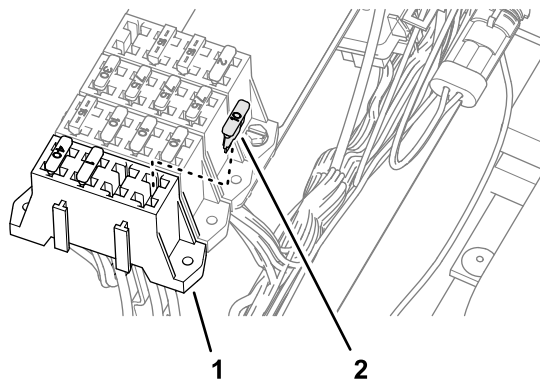

Figure 92
5. Insérez le fusible (10 A) dans l'emplacement sur le porte-fusibles (Figure 92) correspondant au circuit d'alimentation des options que vous avez utilisé à l'opération 4.